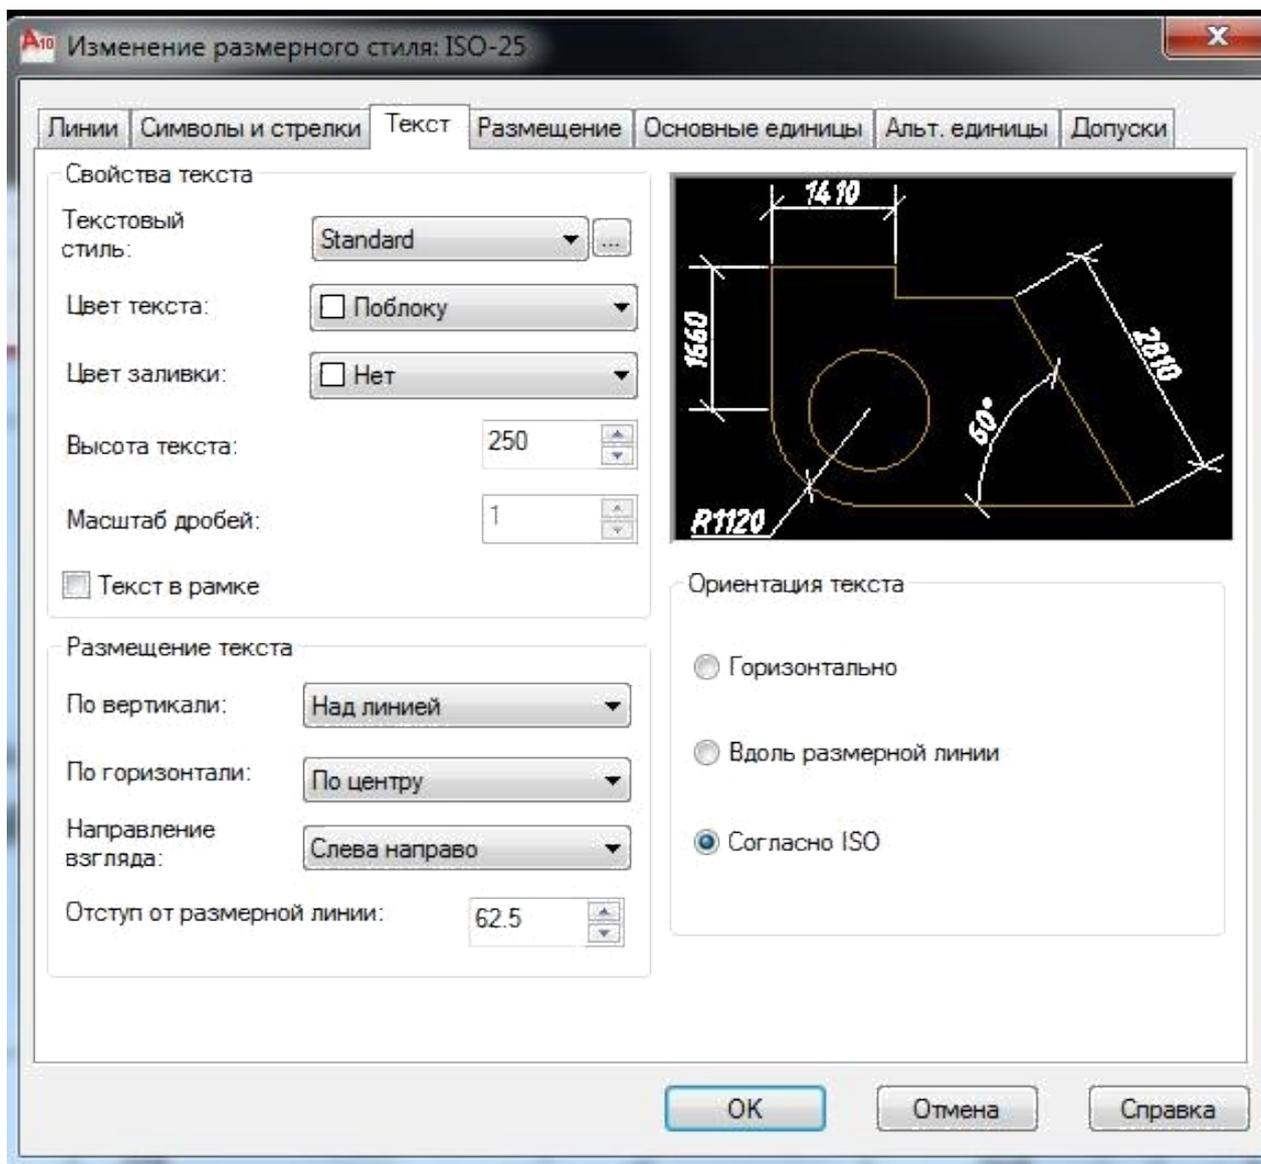

Рисунок 7.6. Панель «Изменение размерного стиля ISO-25». Текст.
- Основные единицы ➤ Текст ➤ 250 ➤ Отступ от размерной ➤ 62.5 ➤ Ориентация текста ➤ Согласно ISO, см. Рисунок 7.6.